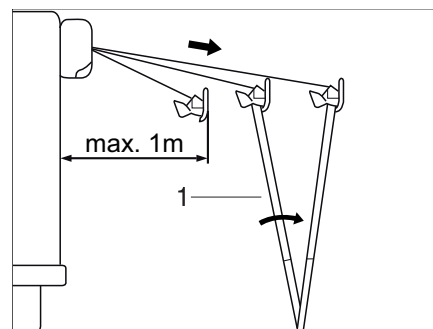

Fig. 37 Apertura della tenda
- Aprire i piedi di sostegno (Fig. 37,1) e poggiarne l'estremità sul suolo.